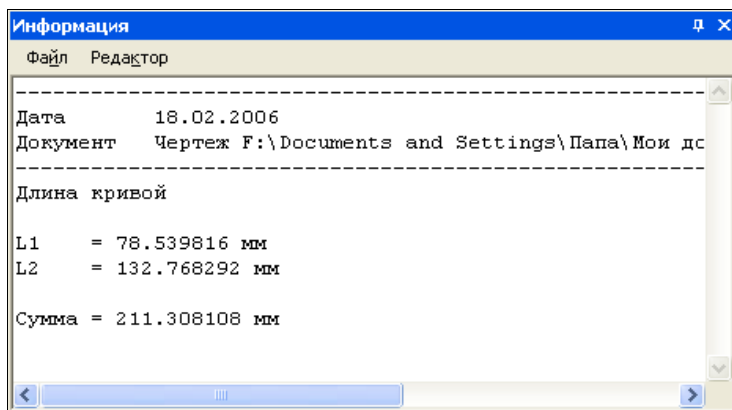

Рис. 19.9. Окно **Информация** с результатами измерения длины кривой
- ♦ укажите ловушкой последовательно любые кривые. Выбранная кривая выделится красным цветом, а значение ее длины система отобразит в диалоговом окне **Информация** (рис. 19.9). Кроме того, система сразу сосчитает их сумму.